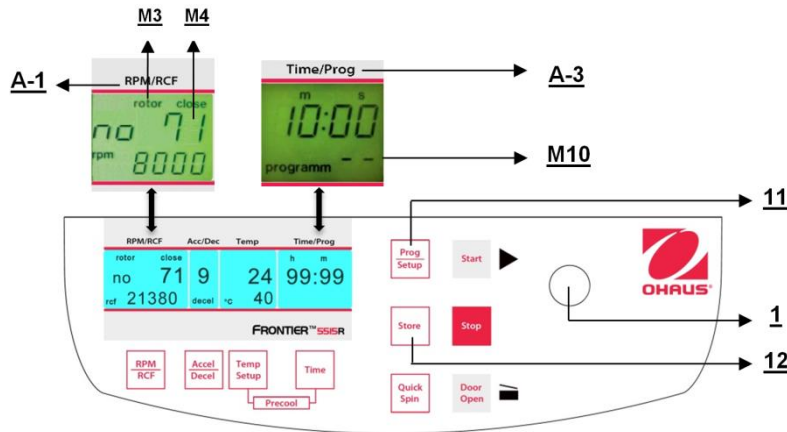

Figure. 25
Pour rappeler des programmes mémorisés, appuyer sur la touche **"Prog/Setup"** (11) (voir la figure 25) alors que le couvercle est déjà fermé. Sur l'affichage **"Time/Prog"** (A-3), le mot **"programm -"** (M10) apparaît. Le numéro de programme désiré peut être présélectionné avec le bouton de réglage (1).
Pour quitter le mode de programmation, appuyer simplement sur la touche **"Prog/Setup"** (11) (voir la figure 25). Sur l'affichage **"Time/Prog"**, le mot **"programm"** apparaîtra. Régler l'affichage sur **"programm--"** (M10) avec le bouton de réglage (1).